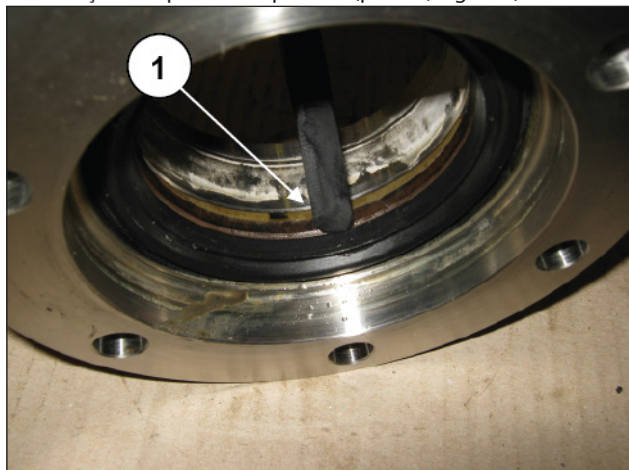
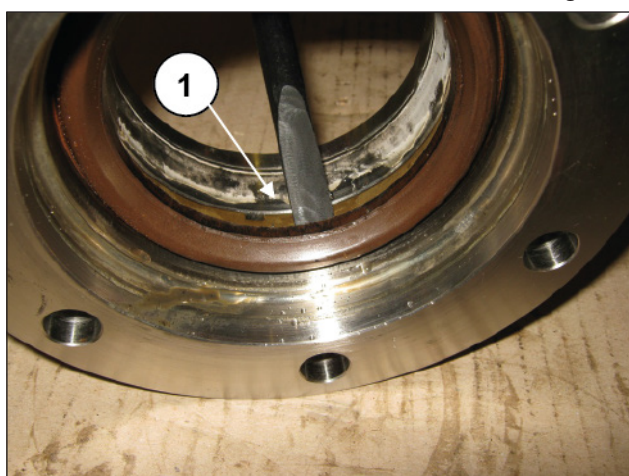
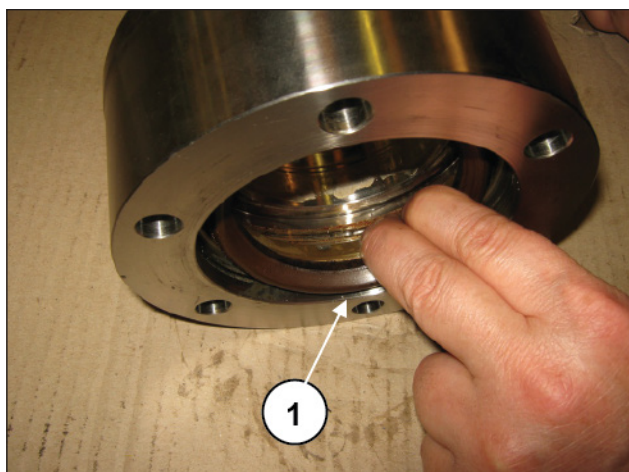
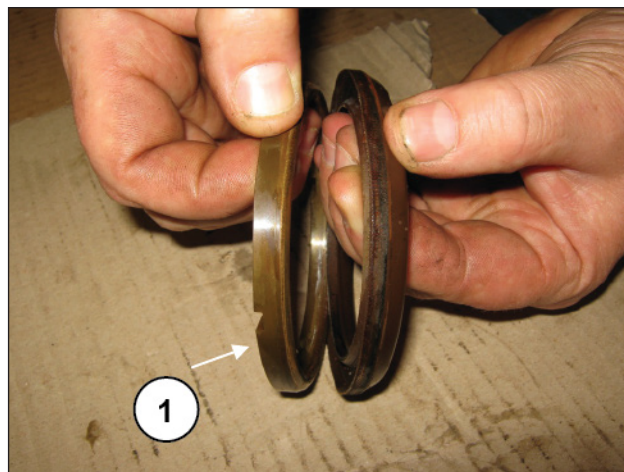

Fig. 216
Fig. 217
Fig. 218
Fig. 219
Extraia a camisa, na ordem do anel restop (pos. ①, Fig. 216), o anel de estanqueidade (pos. ①, Fig. 217 - Fig. 218) com o anel do cabeçote do pistão e separe-os (pos. ①, Fig. 219).